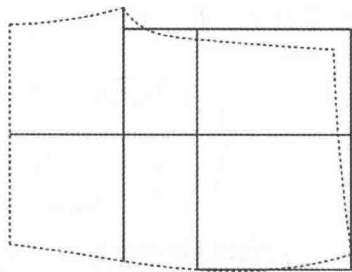

图 7-113 后片结构线
(30) 选择  【智能笔】工具分别使用画线和连角功能把图 7-113 绘制好。